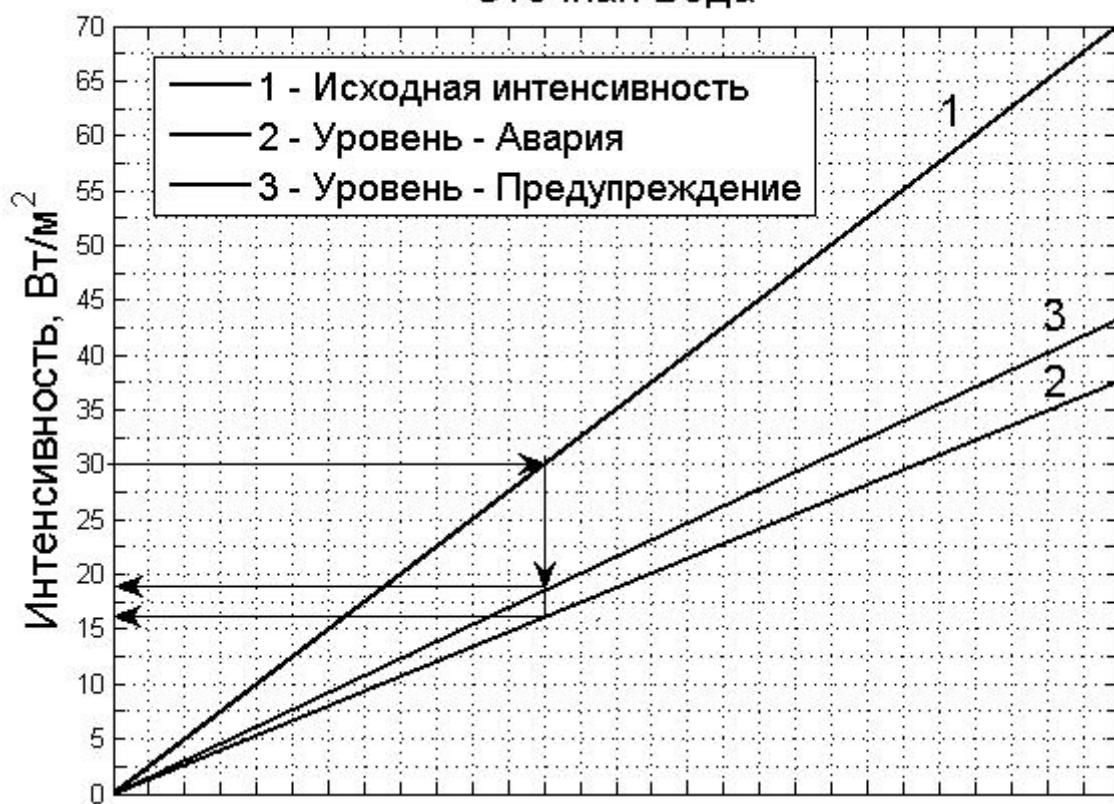

Рисунок 6. График для определения пороговых значений интенсивности
2. Зная исходное значение интенсивности  $I$ , найти по графику (см. Рисунок 6) пороговые значения. Например, для питьевой воды  $I=30 \text{ Вт}/\text{м}^2$  пороговые значения равны  $20 \text{ Вт}/\text{м}^2$  и  $23 \text{ Вт}/\text{м}^2$ . Пороговое значение  $I_{\text{ПРЕДУПР.}}$  может быть либо найдено по графику, либо вычислено как  $1,15 I_{\text{АВАРИЯ}}$ .